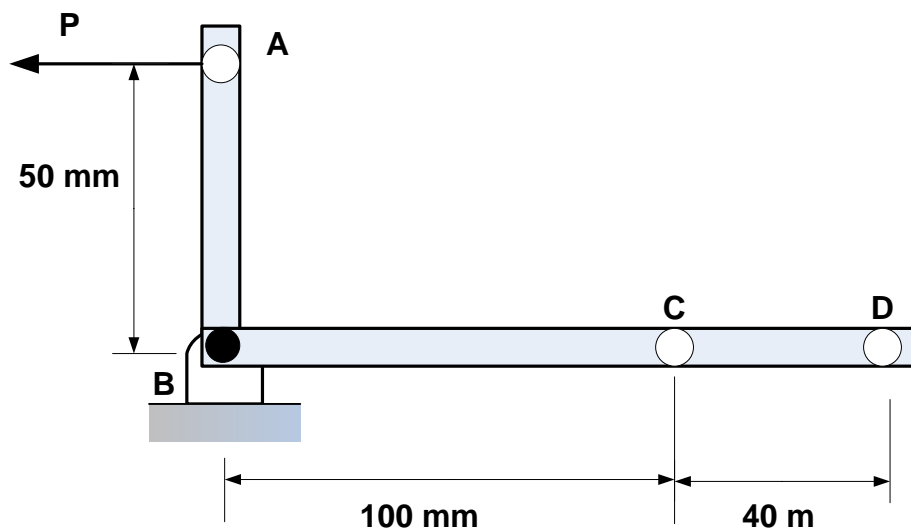

Figura 2.
2. Una fuerza vertical P de 80 N se aplica sobre la pieza mecánica mostrada en la figura 2.